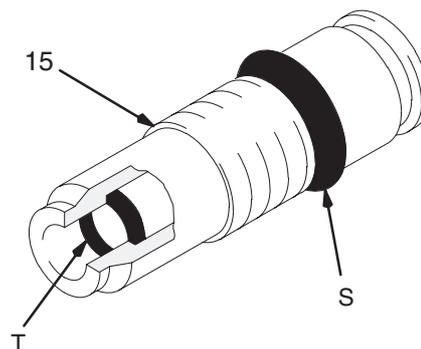

Fig. 15
Prueba de resistencia del perno resistor (Ver la Fig. 15)
El anillo de contacto del perno resistor (S) es un aro de contacto conductor, no una junta tórica de hermeticidad. Ver la Fig. 15. Para reducir el riesgo de chispeo que pueda provocar fuego, explosión o choque electrostático y, consecuentemente, heridas corporales graves, **no** separar el aro de contacto (S) del perno resistor o hacer funcionar la pistola sin el anillo de contacto en su debido sitio. **No** cambiar el perno resistor (15) por ninguna otra pieza que no sea una Graco genuina.
El anillo de contacto del perno resistor (S) es un aro de contacto conductor, no una junta tórica de hermeticidad. Ver la Fig. 15. Para reducir el riesgo de chispeo que pueda provocar fuego, explosión o choque electrostático y, consecuentemente, heridas corporales graves, **no** separar el anillo de contacto (S) del perno resistor o hacer funcionar la pistola sin el anillo de contacto en su debido sitio. **No** cambiar el perno resistor (15) por ninguna otra pieza que no sea una Graco genuina.